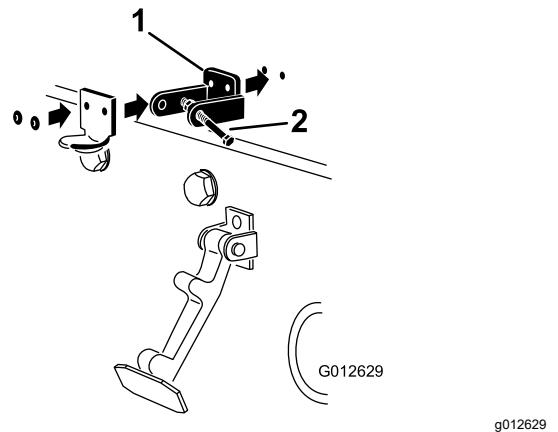

Figure 4
- Placez les trous du support de loquet CE et du support de loquet du capot en face des trous sur le capot (Figure 4).
- Rivez les supports et les rondelles sur le capot (Figure 4).